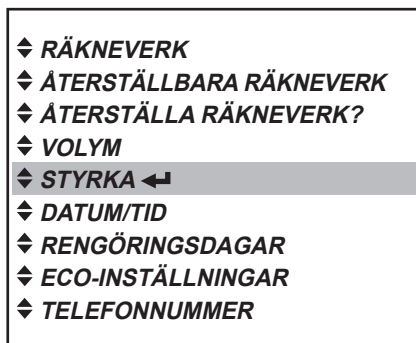

Bild 36
1. Tryck på Enter  för att öppna menyn «STYRKA» (bild 36).